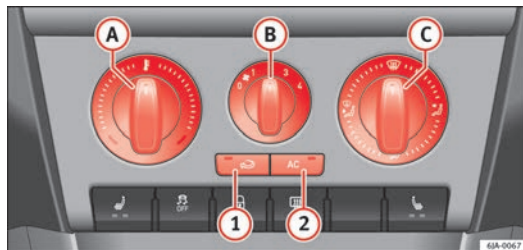

Fig. 99 Ar condicionado: elementos de utilização
O sistema de refrigeração funciona apenas se estiver pressionado o botão **AC** (2) ⇒ Fig. 99 ⇒ Página 134 e estiverem reunidas as seguintes condições:
- A temperatura aumenta quando se roda o botão **A** ⇒ Fig. 99 para a direita.
- Ligue o ventilador rodando o botão **B** ⇒ Fig. 99 das posições 1 a 4.
- Se deseja fechar a entrada de ar fresco, pressione o botão (1) ⇒ Página 136, Recirculação de ar.
- Ao rodar o botão **C** ⇒ Fig. 99 ajusta-se o acesso do ar aos respectivos difusores ⇒ Página 131.
- Pressione o botão  2 ⇒ Fig. 99 e acende-se o símbolo dentro do mesmo.
- Comandos Ⓐ ⇒ Fig. 99 ⇒ Página 134, Ⓑ, Ⓒ e botões ① e ②.
- Pressione o botão  ① ⇒ Fig. 99 ⇒ Página 134 e acende-se o símbolo dentro do mesmo.
- Pressione novamente o botão  ① ⇒ Fig. 99 ⇒ Página 134 e o símbolo dentro do mesmo apaga-se.
Se o regulador da distribuição de ar  ⇒ Fig. 99 ⇒ Página 134 estiver na posição , a recirculação desliga-se automaticamente. Ao pressionar o botão  pode voltar a ligar a recirculação de ar nesta posição.